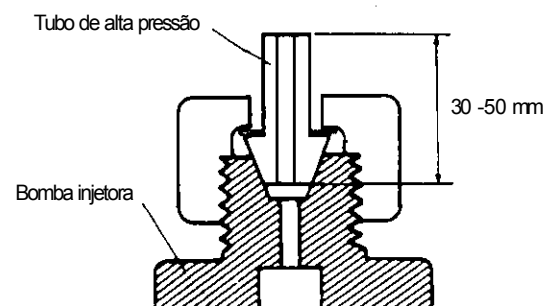

Figura 3-23-b Tubo de medição
- Remova o tubo de injeção de combustível e instale o tubo de medição do tempo de injeção(veja figura 3-23-b).